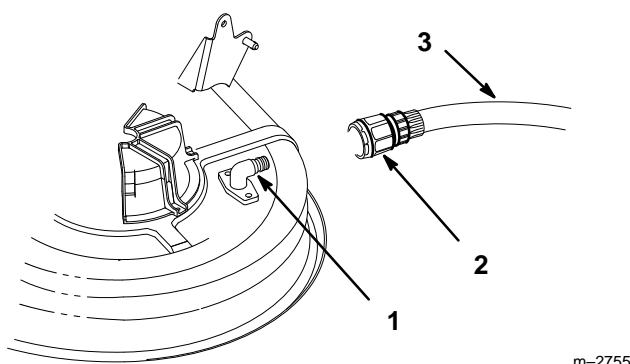

Abbildung 54
2. Die Schlauchkupplung (nicht mitgeliefert) am Mäherspülanschluß befestigen und das Wasser voll aufdrehen (Abb. 54).